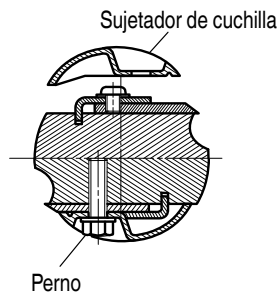

Fig. 31
- (2) Coloque el sujetador de cuchilla sobre el conjunto terminado tal como se indica en la Fig. 31 y asegure los tres pernos. Verifique que los tres pernos estén correctamente apretados.